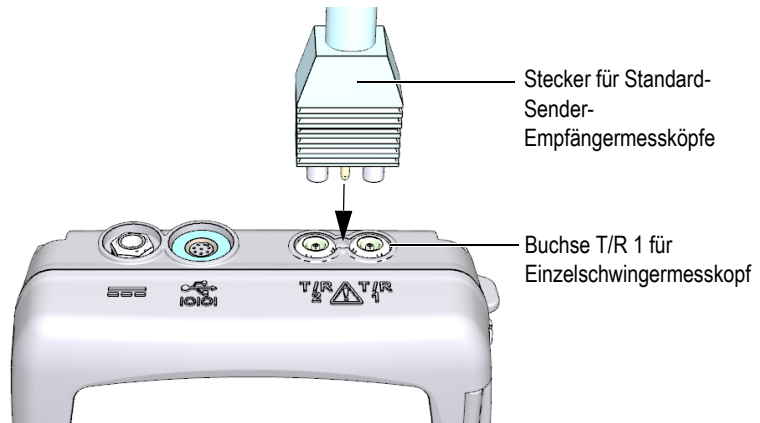

Abbildung 5-1 Verbindung mit dem Messkopf
1. Stecken Sie den Messkopfstecker in die Messkopfbuchse(n) oben am Gehäuse des 38DL PLUS ein (siehe Abbildung 5-1 auf Seite 72). Einzelschwingermessköpfe werden in die Buchse T/R 1 eingesteckt.